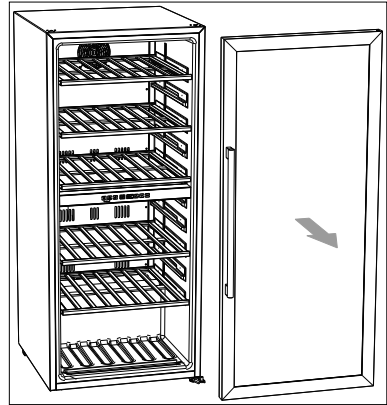

Abb. 7
- ▶ Heben Sie die Kühlraumtür (1) aus der unteren Verankerung (siehe **Abb. 7**). Stellen Sie die Kühlraumtür (1) auf einer weichen Unterlage ab, um ein Verkratzen zu vermeiden und sichern Sie sie gegen Umfallen.